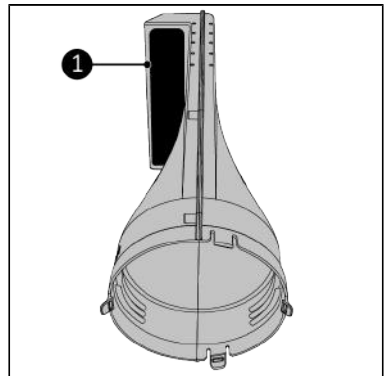

Figure 164.
- Placez le Way-out devant vous. Assurez-vous que l'ouverture ronde soit en face de vous (Figure 164).
- Assurez-vous que la sortie d'air (Figure 164, pos. 1) soit dirigée vers la gauche.